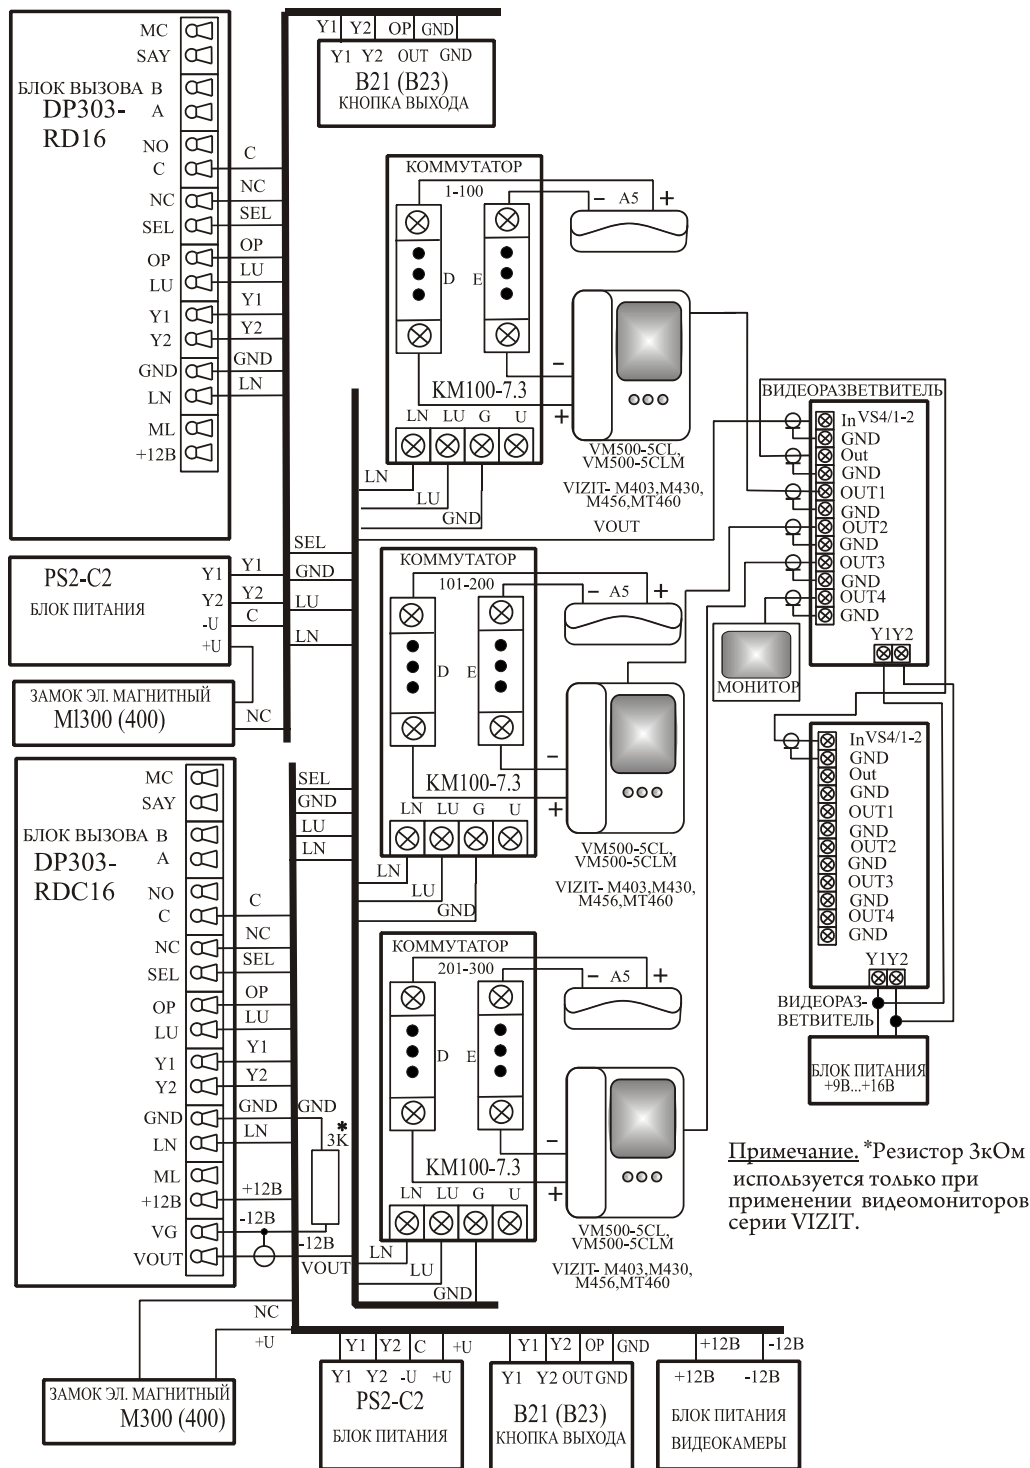

Рис.3 Пример схемы подключения DP303-RDC16 в составе домофонного комплекса.
- "занято" – показывает, что разговорная линия занята другим блоком вызова, параллельно подключенному к данному блоку вызова (см.рис. 3)
Блок вызова соединяется с остальными блоками системы согласно приведенной монтажной схеме (рис.3).
Для подключения видеокамеры необходимо использовать дополнительный блок питания стабилизированным напряжением 12 В и током не менее 150 мА (например БП1-А). Выходной видеосигнал подается на вход видеоразветвителя или монитор по коаксиальному кабелю волновым сопротивлением 75 Ом. Схема подключения видеокамеры представлена на рис. 3.
Блок питания подключается к замку и блоку вызова согласно приведенной монтажной схеме (рис.3). Блок питания и коммутатор имеет специальные клеммные колодки для подключения проводов с соответствующими обозначениями. Для подключения блока питания к сети 220 В **обязательно(!)** должна быть установлена розетка.
С абонентскими пультами коммутатор соединяется согласно приведенной монтажной схеме (рис.3) по двум десятипроводным шинам, проложенным в стояке
Пульт подключается к соответствующим проводам (клемма «+» пульта к шине десятков D0..D9 коммутатора, клемма «-» к шине единиц E0..E9 коммутатора). Схема соединений блоков комплекса приведена на рис.3.
Электромагнитный замок подключается к блоку питания и к блоку вызова согласно схеме на рис.3. Цепи коммутации электромагнитного замка в блоке вызова содержат схему размагничивания. При подключении следует соблюдать полярность напряжения, указанную на схеме, во избежание выхода из строя блока вызова.